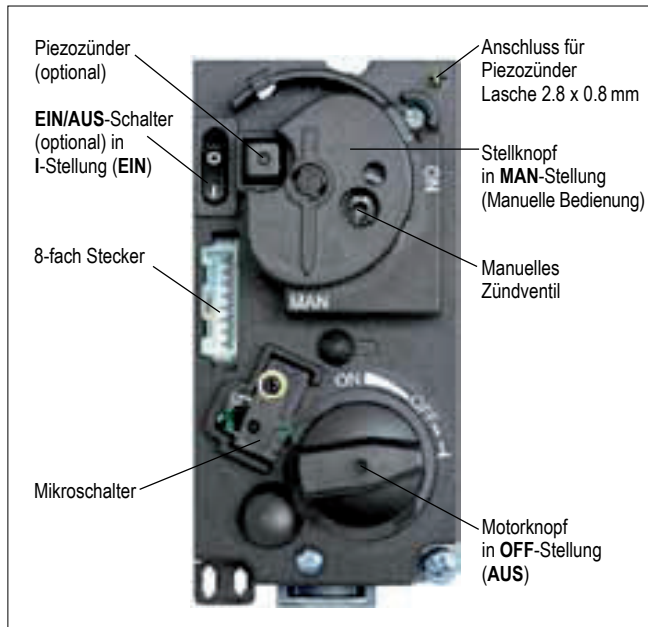

Abb. 21: GV60 Haube
5. Warten Sie fünf (5) Minuten, bis sich alle Gasreste verflüchtigt haben. Vergewissern Sie sich, dass sich kein Gas mehr im Bereich des Gerätes (auch am Boden) befindet. Sollten Sie Gas feststellen: **STOP!** Folgen Sie den Anweisungen unter „WAS TUN BEI GASGERUCH“ in den Sicherheitshinweisen (Seite 2). Ist kein Gas vorhanden, fahren Sie mit Punkt 6 fort.
8. Drücken Sie das manuelle Zündventil vollständig nach unten und verbleiben Sie in der Position, damit das Zündgas strömt (siehe Abb. 21).
Ändern Sie die Zündkabelverbindung vom Empfänger zum Ventil (siehe Abb. 21, Anschluss Piezozünder). Betätigen Sie den Piezozünder um zu zünden. Wenn die Flamme nicht gezündet bleibt, warten Sie fünf (5) Minuten und wiederholen den Vorgang.